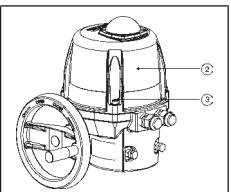

Bild 13: Haube Demontage
- Haube 2 durch Lösen der vier Befestigungsschrauben 3 entfernen (siehe „Bild 13“).